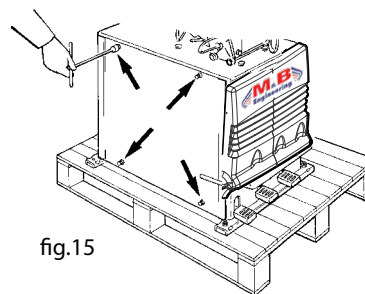

fig.15
- Togliere le 4 viti del coperchio laterale con chiave di 10mm (fig.15) e smontare il coperchio laterale.
- Remove the 4 side cover screw with a 10 mm spanner (fig.15); Remove the side cover.
- Oter les 4 vis du couvercle latéral à l'aide d'une clef de 10mm (fig.15) et le démonter .
- Die vier Schrauben des seitlichen Deckels mit einem Schraubenschlüssel von 10 mm (Abb. 15) entfernen und den seitlichen Deckel entfernen.
- Quite los 4 tornillos de la tapa lateral con una llave de 10 mm (fig. 15). Desmonte la tapa lateral.
- Rimontare lo sportello laterale (fig.15) applicando le 4 viti TEM6 flangiati autofilettanti con una chiave di 10mm.
- Refit the side cover (fig.15) with the 4 TEM6 flanged self-threading screws with a 10 mm spanner.